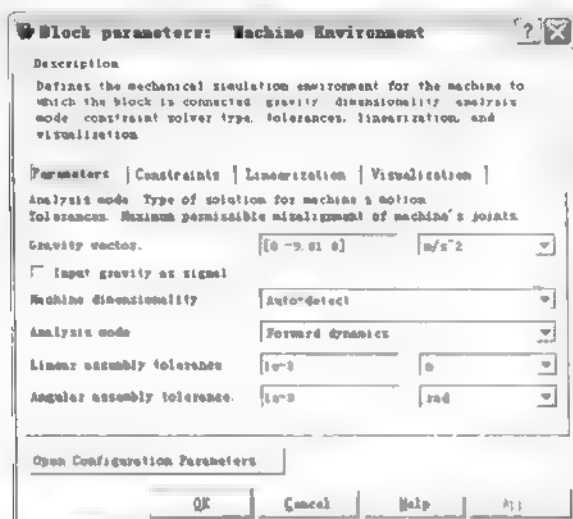

图 17.22 Machine Environment 模块参数对话框
- 打开 Machine Environment 模块参数对话框，如图 17.22 所示，对话框标签的功能如表 17.2 所示。
- (1) 新建一个 Simulink 模型窗口,保存为 model17to03.mdl。
- (2) 从 SimMechanics 库中的 Bodies 模块库中拖放一个 Machine Environment 模块和 Ground 模块到模型窗口。
- (3) 打开 Ground 模块,选中 Show Machine Environment port 选项。
- (4) 连接 Machine Environment 模块和 Ground 模块。
- (5) 打开 Machine Environment 参数对话框, 如图 17.22 所示。
- (6) 在参数对话框中, 设定 Angular assembly tolerance 为 $1e-3$ deg (degrees)。
- (7) 单击 OK 按钮, 关闭对话框。
(8) 在 Simulink 菜单中, 选择 Simulation | Configuration Parameters 命令, 打开 Configuration 参数对话框, 选择其中的 SimMechanics 选项卡。
(9) 为了能够观察到单摆初始静止状态, 选中 Update machine visualization on update diagram 复选框; 为能够在仿真过程中动画显示, 选中 Animate machine during simulation check 复选框。
- (10) 单击 OK 按钮。